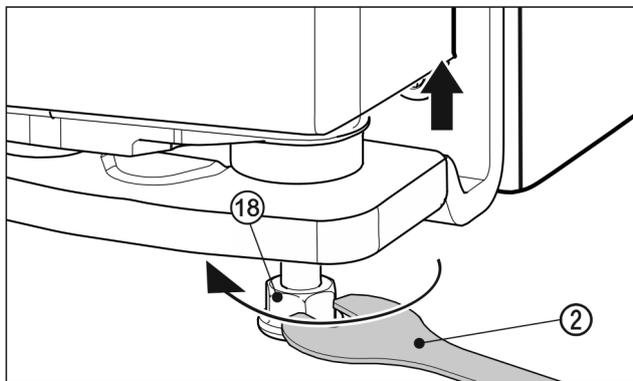

Fig. 29
- ▶ 使用附带的叉形扳手 Fig. 29 (2) 向右旋转垫脚 Fig. 29 (18)，直到接触地面，以便抬起门。之后继续旋转，直到门的高度调整完毕。交货时，轴承螺栓处于完全拧入状态。